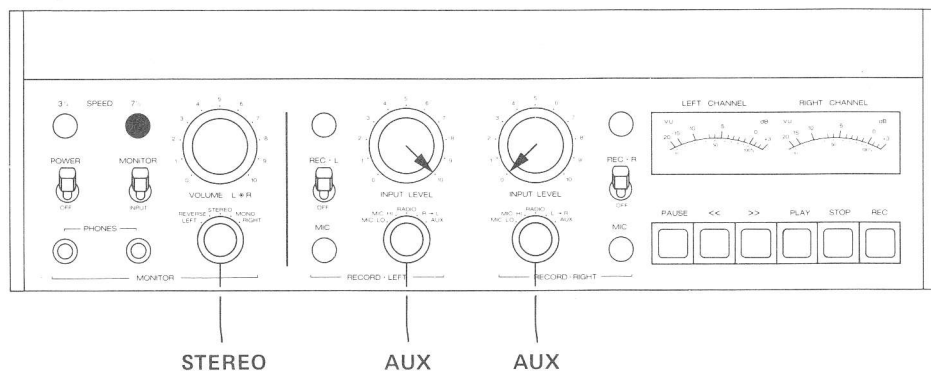

Fig. 6.5.-7
- Bedienungselemente nach Fig. 6.5.-7 einstellen.
- Set operating controls as per fig. 6.5.-7. Crosstalk L ► R.